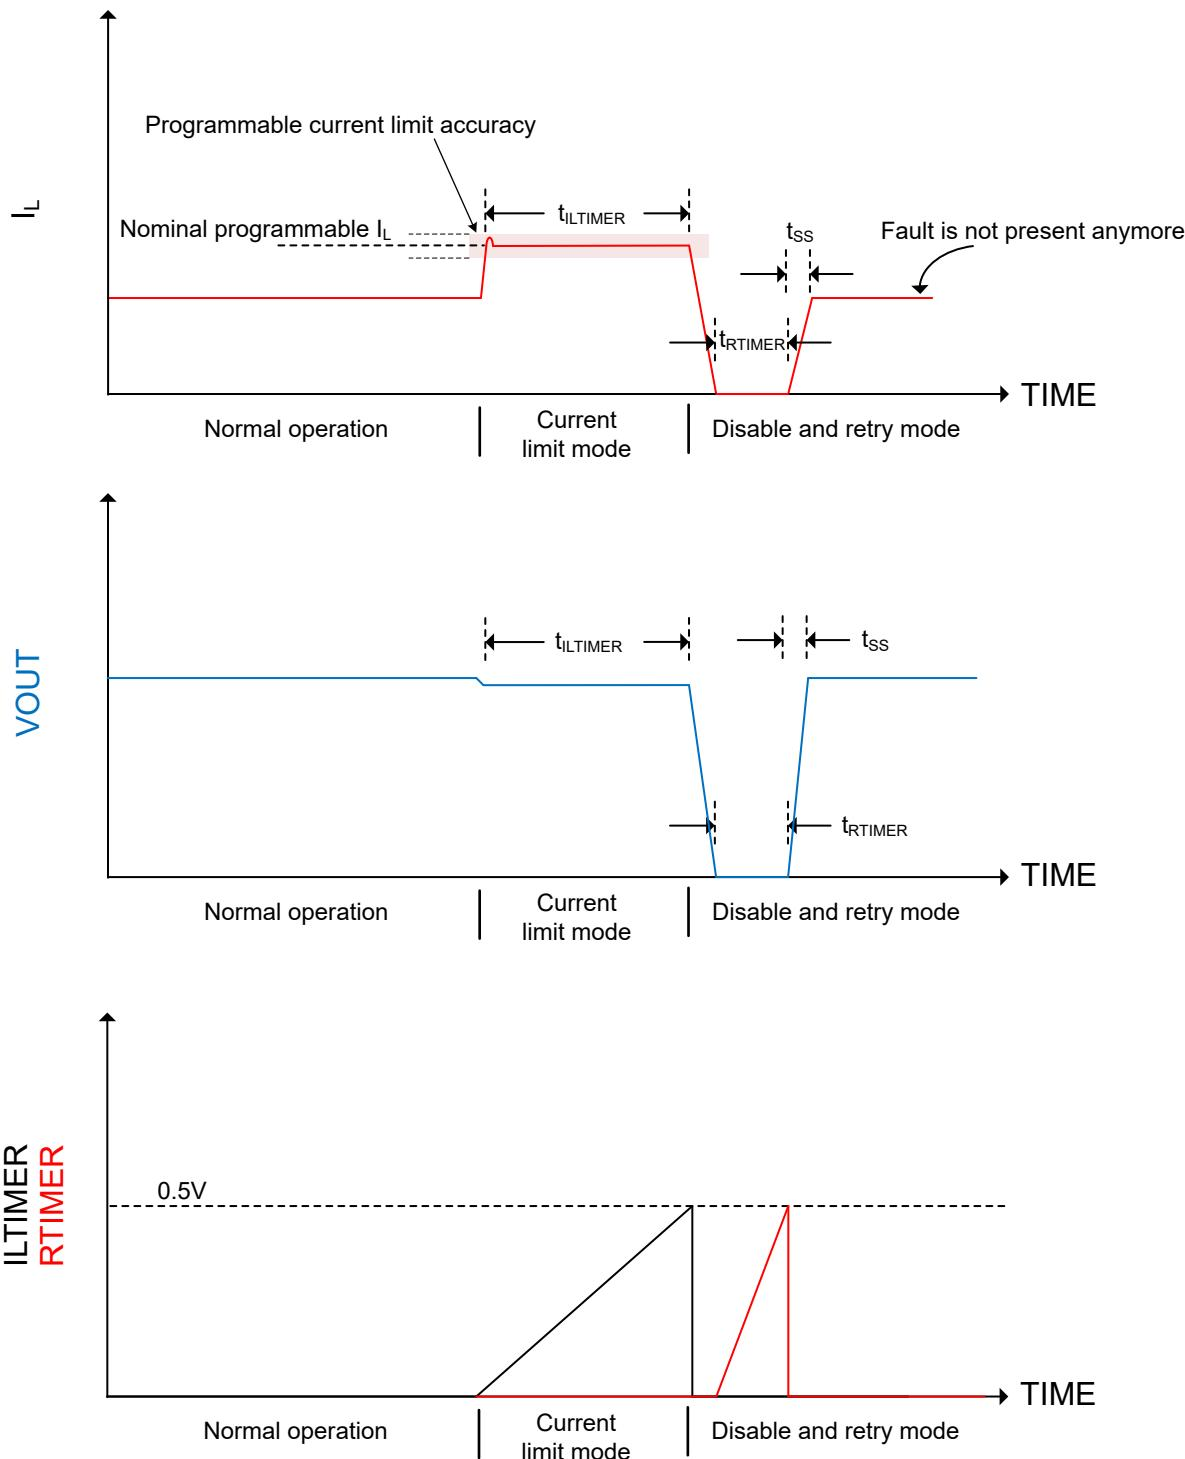

図 8-3. コンデンサを ILTIMER および RTIMER ピンに接続する、ソフト短絡のプログラマブル フォルト タイマ の動作
I_L ピンと GND との間に接続される外部抵抗を使用して、電流制限をプログラムできます。このプログラムされた電流制限(精度 $\pm 20\%$)は、デバイスに流れる連続電流を意味しているため、最大電流定格(6A)で動作した場合、プログラムされる電流制限を 20% 高く設定する必要があります。図 8-3 に示すように、プログラマブルな電流制限により、ソフト短絡から保護されます。電流制限の抵抗値については、 $VIN \leq 3V$ の場合、式 7 を使用して $R_{IL}(\Omega)$ を計算します。また、 $VIN > 3V$ の場合は 式 8 を使用して計算します。ここで、 I_L はプログラムされる電流制限値(アンペア)です。
- 図 8-3: 電流制限タイマと再試行タイマを使用した単一のソフト短絡イベント。
ソフト短絡 (プログラマブルな電流制限到達に応答する短絡) に対する ILTIMER および RTIMER ピンの動作を 図 8-3 に示します。この図では、スイッチが無効になり、再び有効になった後 (再試行モード) フォルトが発生していないと想定されています。再試行モードの後にフォルトが発生している場合、本デバイスは電流制限モードに移行し、フォルトが解消されるまでこのサイクルを繰り返します。